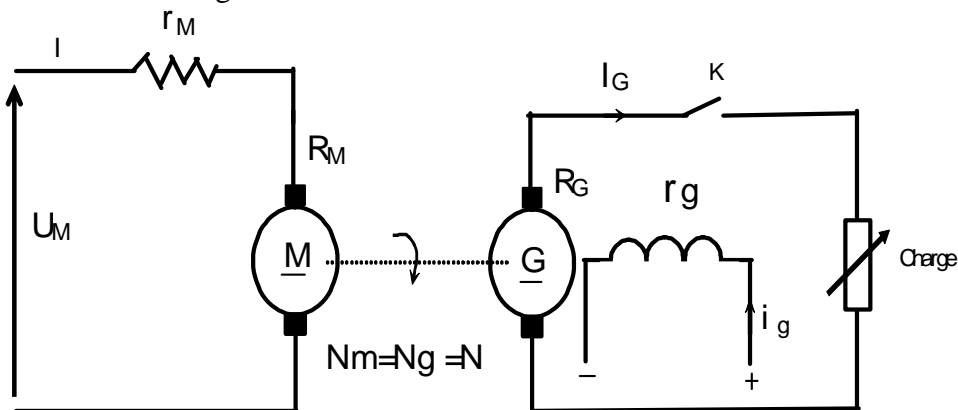

Figure -1
1. Peut-on démarrer le moteur si la génératrice n'est pas chargée (K ouvert Figure-1-)? Pourquoi.